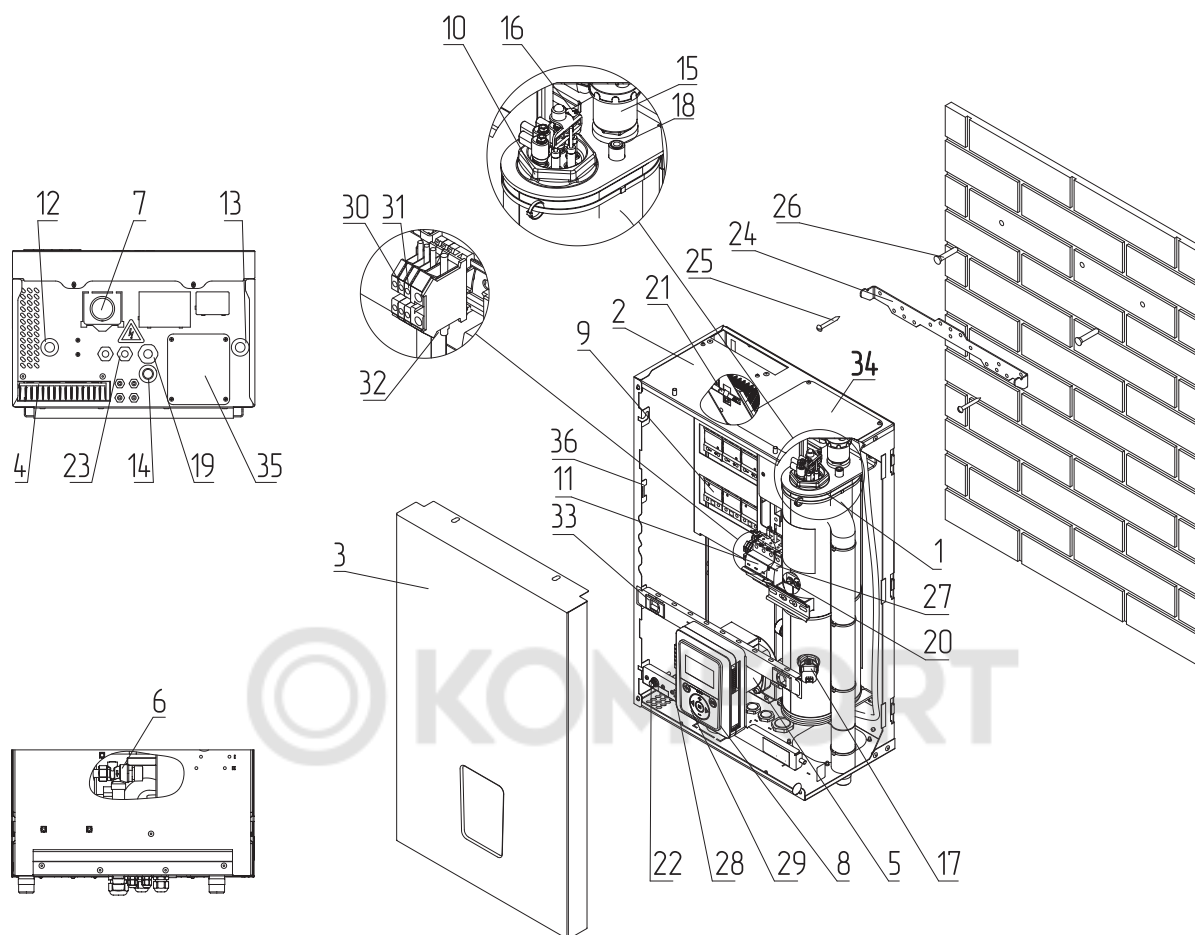
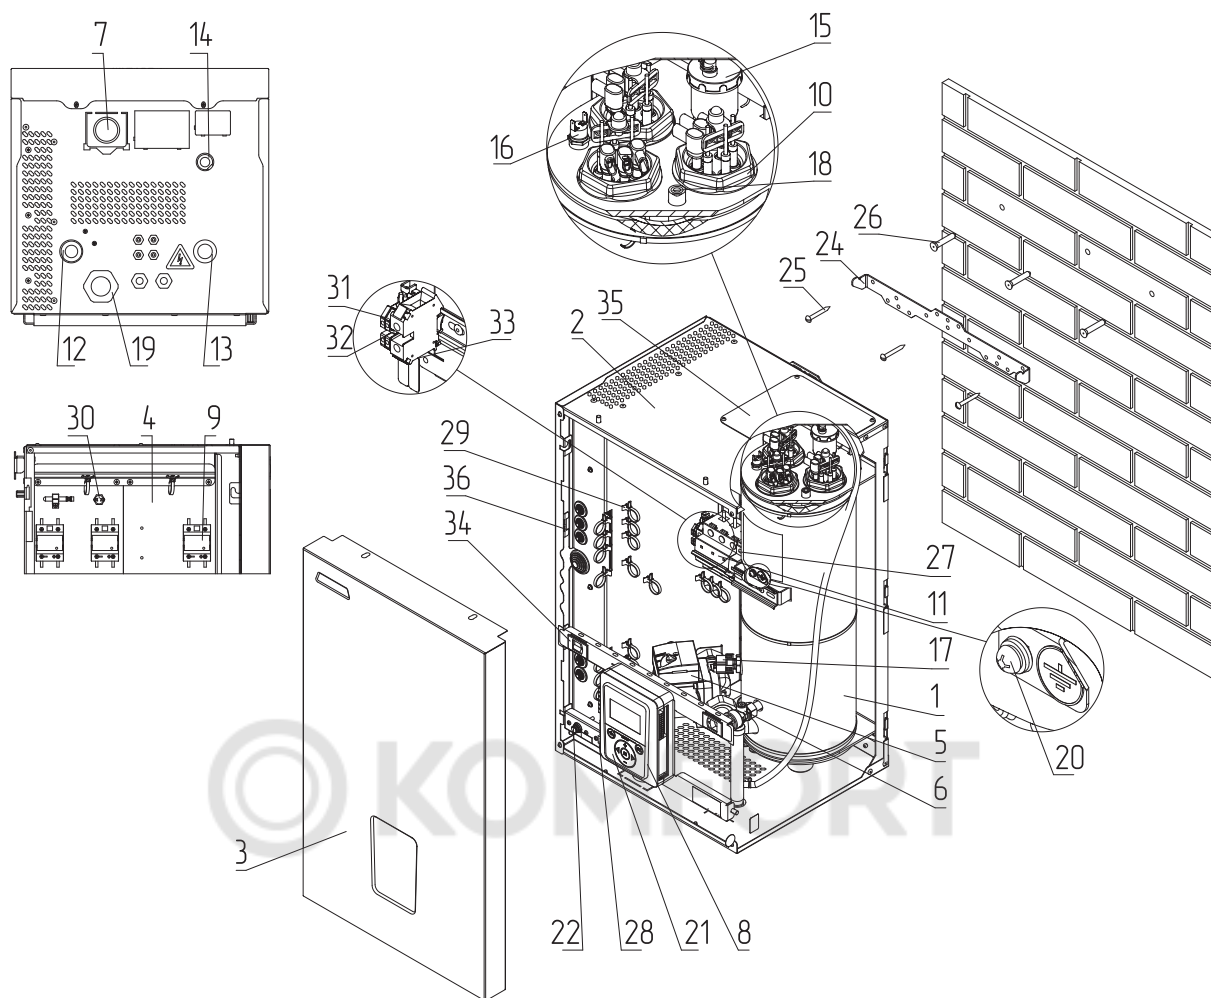

Рис.3 Устройство котла ZOTA МК-X Plus 6-24 кВт
Рис.4 Устройство котла ZOTA МК-X Plus 30-42 кВт
Закрепите настенный кронштейн на вертикальной поверхности в необходимом месте с помощью шурупов, входящих в комплект, и установите на него котел, как показано на **Рис.3**, **Рис.4**;
- Извлечь перемычки (Рис.3, Рис.4, поз.32);
- Подключить провода фазы «L» к колодке (Рис.3, Рис.4, поз.30);
- Подключить провода нейтрали «N» к колодке (Рис.3, Рис.4, поз.31).
- Включить вводной автомат (Рис.3, Рис.4, поз.11) вместе с расцепителем в верхнее положение;
- Перевести выключатель (Рис.3, Рис.4, поз.28) в положение ВКЛ;